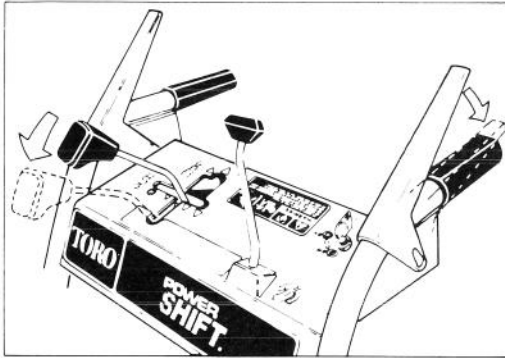

Abbildung 13
2. Um die Räder in die Vorderstellung oder Rückwärtsstellung zu bringen, die Schaltscheibe komplett nach vorn in die Power Shift-Stellung bringen und halten (Abb. 13).
3. Den Antriebshebel voll einrasten, um die Räder in die Power Shift-Stellung zu bringen (Abb. 13 und 14).